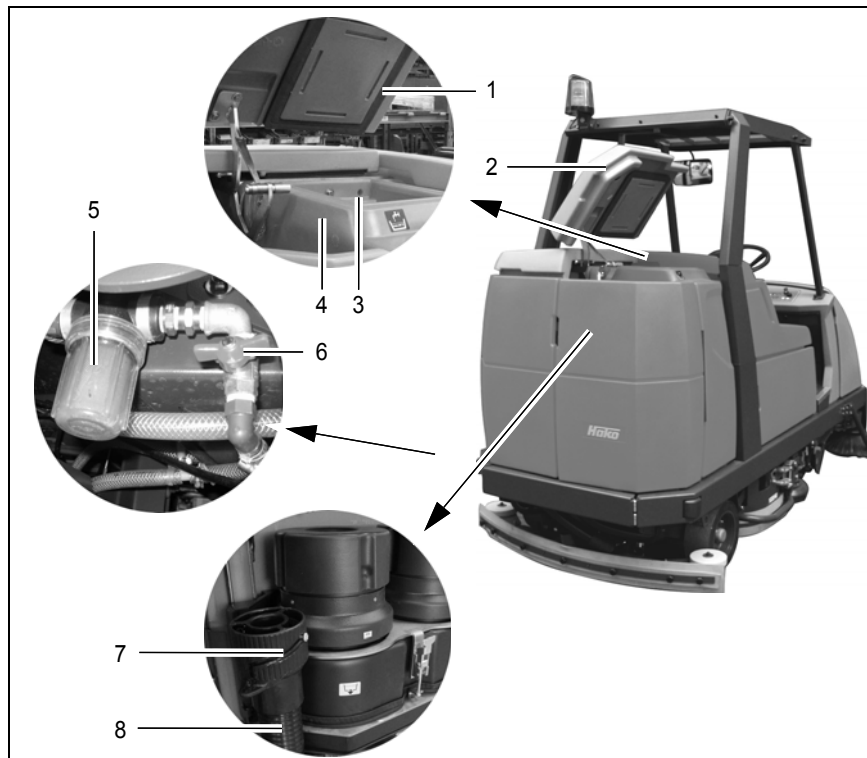

Abb. 27
Den Frischwassertank (Abb. 27/4) vor Arbeitsbeginn oder bei Bedarf mit Frischwasser und Reinigungsmittel befüllen, siehe auch Abschnitt 3.1.5.
2. Den Deckel (Abb. 27/2) öffnen und arretieren.
5. Den Deckel (Abb. 27/2) des Frischwassertanks schließen.
10. Deckel des Frischwassertanks (Abb. 27/2) öffnen und arretieren.
12. Den Deckel (Abb. 27/2) des Frischwassertanks schließen.
Ist die Maschine längere Zeit ungenutzt, sollte der Frischwassertank (Abb. 27/4) leer sein.
1. Fahrzeug so abstellen, dass der Ablassschlauch für Frischwasser (Abb. 27/8) über einem Abfluss im Boden positioniert werden kann.
4. Ablassschlauch für Frischwasser (Abb. 27/8) aushängen und langsam herunterschwenken.
5. Drehverschluss (Abb. 27/7) durch Drehen öffnen. Die Abflussmenge lässt sich durch Drehen des Drehverschlusses regulieren und durch Verschwenken des Drehverschlusses bei Bedarf ganz öffnen.
- Der Drehverschluss (Abb. 27/7) am Ende des Ablassschlauchs (Abb. 27/8) sollte regelmäßig gereinigt werden.
Im Frischwasserzulauf befindet sich ein Filter (Abb. 27/5), der bei sichtbarer Verschmutzung des Behälters zu reinigen ist. Dieser befindet sich linksseitig der Maschine auf Höhe der Bürsten hinter der Seitenverkleidung.
1. Kugelhahn (Abb. 27/6) schließen, um den Wasserzulauf vom Frischwassertank zu verhindern.